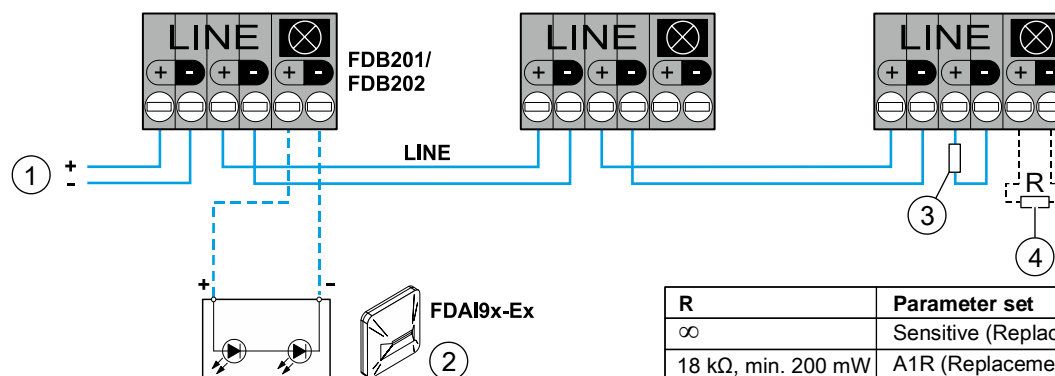

Fig. 5
- Collective: See Fig. 5
- Kollektiv: Siehe Fig. 5
- Collectif : voir fig. 5